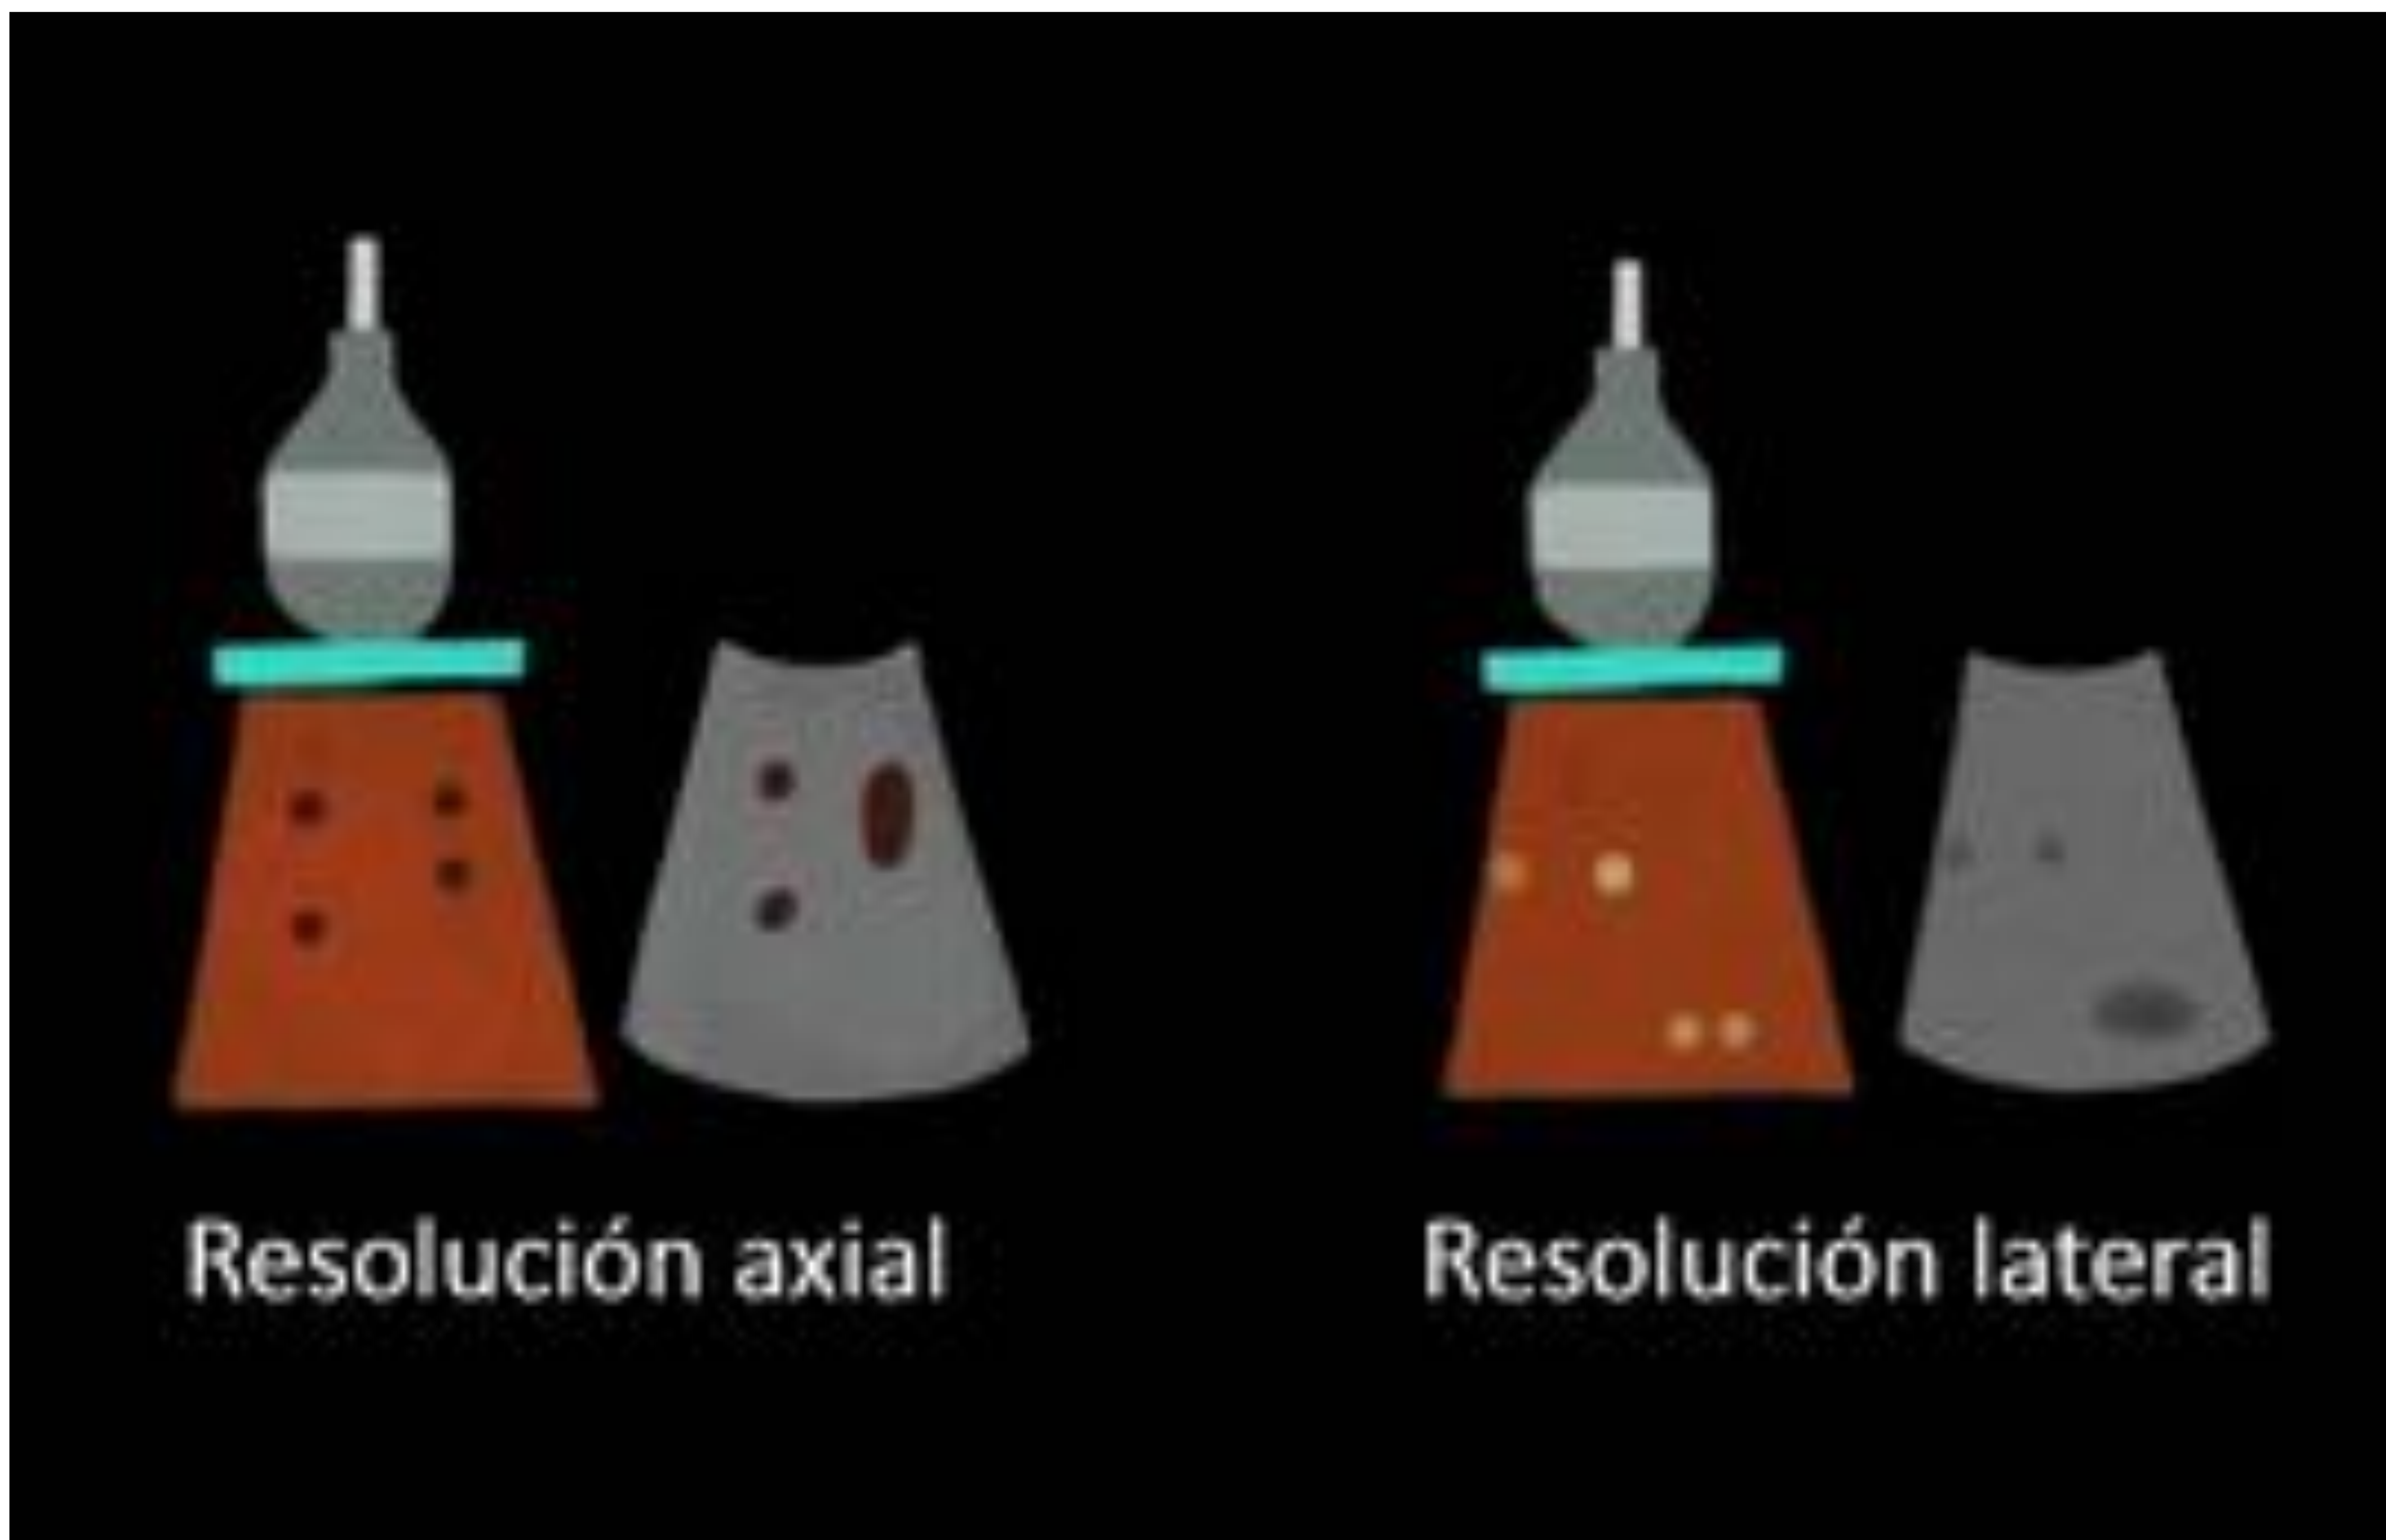

Figura 9. Resolución axial y lateral.
- Resolución axial. Es la capacidad del equipo de identificar como distintos dos puntos a lo largo del eje del haz. Está determinado por la duración del pulso de ultrasonidos. A mayor frecuencia mayor resolución axial. Figura 9.
- Resolución lateral. Es la capacidad del equipo de identificar como distintos dos puntos perpendiculares a la dirección del haz. Está determinada por la anchura del haz de ultrasonidos y el foco. Figura 9.